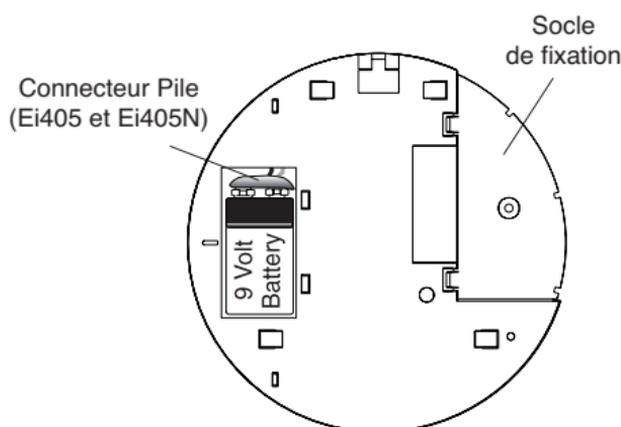

Fig 1a : Connexion de la pile
- Modèle Ei405 et Ei405N : insérez correctement la pile dans le compartiment réservé à cet effet (voir la figure 1a). Appuyez sur le bouton Test. Un signal sonore doit retentir.
5. Insérez la pile dans le compartiment prévu à cet effet comme le montre la figure 1a (modèle Ei405 et Ei405N uniquement).